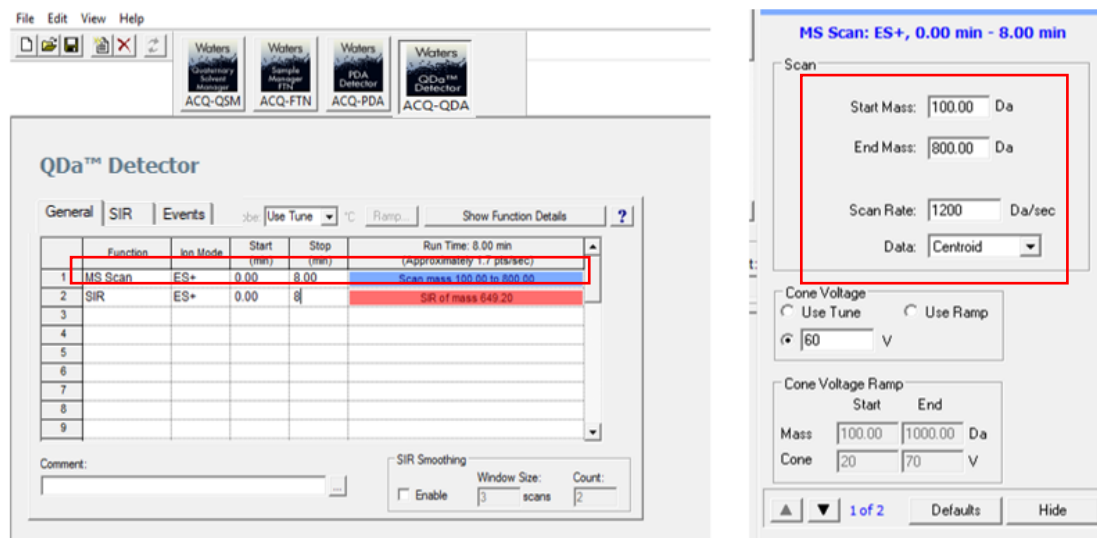

图6-27
(1) MS Scan 无明确组分要求（图6-27）。
点击Show Function Details，弹出图6-27右侧对话框，Scan-设置m/z范围，Cone Voltage选择Use Tune